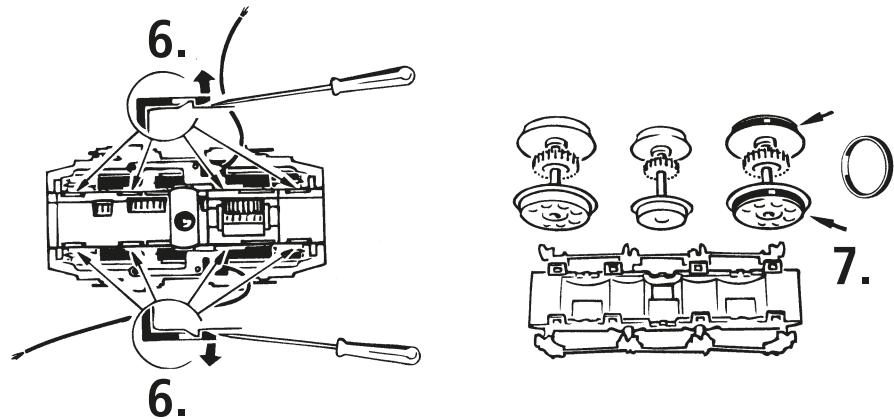
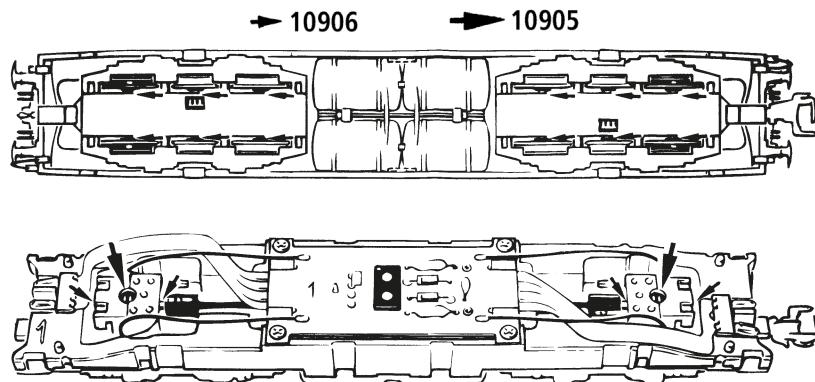
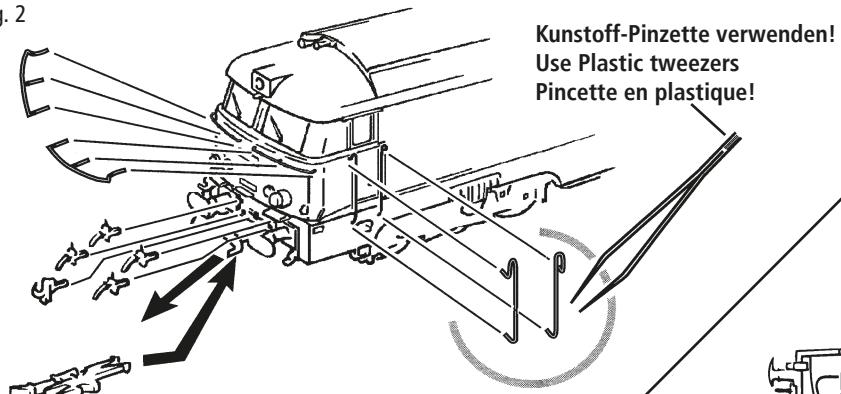
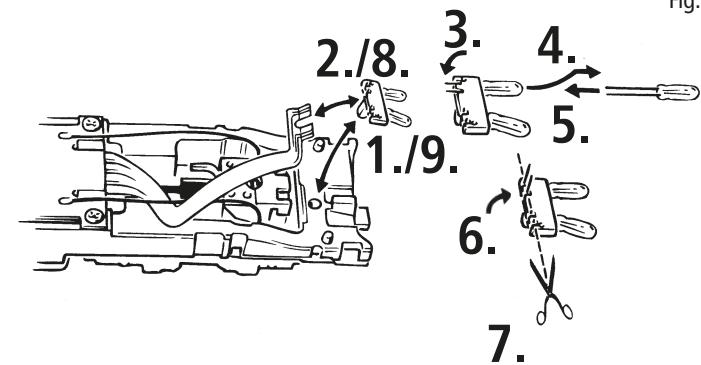

Fig. 8
Fig. 9
Fig. 3
Fig. 5
Mehrzugbetrieb: Zuerst Lokgehäuse abnehmen (Fig. 3). Danach den Brückenstecker aus der Schnittstelle entfernen (diesen sorgsam aufbewahren). Danach den Stecker des Steuerbausteins lagerichtig einsetzen (siehe Fig. 5).
1. Reinigung der Radstromkontakte: Radstromkontakte können auf unsauberen Schienen leicht verschmutzen. Entfernen Sie **vorsichtig** mit einem kleinen Pinsel **den Schmutz** an den in Fig. 6 gekennzeichneten Stellen. Dazu zuerst das Lokgehäuse abnehmen (Fig. 3).
2. Schmierung: Versehen Sie die im Schmierplan in Fig. 8 gekennzeichneten Stellen mit nur **kleinen Öltropfen**. Dazu zuerst das Lokgehäuse abnehmen (Fig. 3). Wir empfehlen den ROCO **Öler Art.-Nr. 10906**. Fürs Schmieren der Getriebeteile (Zahnräder, Schnecke - Fig. 7 und 8) empfehlen wir das **ROCO-Spezialfett Art.-Nr. 10905**. Im Falle der Schmierung diese Teile **nicht ölen**.
3. Lämpchenwechsel: Bitte nehmen Sie zuerst das Lokgehäuse ab (Fig. 3). Danach können Sie die Lämpchen wechseln (Fig. 4).
4. Haftreifenwechsel: Zuerst den Getriebedekel abnehmen (Fig. 7). Danach den **Radsatz** herausnehmen und die **Haftreifen** mit einer Nadel od. mit einem feinen Schraubendreher abziehen (Fig. 7). Beim Aufziehen der neuen Haftreifen darauf achten, dass diese sich nicht verdrehen. Dazu zuerst das Lokgehäuse abnehmen (Fig. 3).
5. Kohlebürstenwechsel: Lokgehäuse abnehmen (Fig. 3). Danach wird der Motor ausgebaut und die Kohlebürsten ausgewechselt (Fig. 9).
First remove loco body (fig. 3). Then Remove the jumper from the interface. Finally put the plug of the chip into the interface as shown in fig. 5.
1. Cleaning of wheel contacts: Wheel contacts easily get dirty on tracks which are not entirely clean. Use a small brush to **remove dirt** from spots marked in fig. 6. Prior to this remove loco body (fig. 3).
2. Lubrication: Apply **tiny oil drops** to spots marked in fig. 8. Prior to lubrication dismantle locomotive (fig. 3). We recommend using item no. **10906, ROCO oiler**. For lubrication the gearparts (e.g. cogwheels, worm - fig. 7 and 8) we should recommended our ROCO **special grease** (item no. **10905**).
3. Change of lights: First remove loco body (fig. 3) and then change lights (fig. 4).
4. Change of traction tyre: Remove the gear cover (fig. 7). Take out **wheel set** and remove **traction tyre** using a pin or a fine screwdriver (fig. 7). When pressing on the new traction tyre please **avoid twisting it**. Prior to this remove loco body (fig. 3).
5. Carbon Brush Changing: First remove loco body (fig. 3), and then the motor (fig. 9).
Veuillez démonter d'abord la caisse (fig. 3). Enlevez la fiche de shuntage de l'interface (à conserver!) et enfichez finalement la fiche du module de télécommande aux prises de l'interface. Veillez à la position correcte de la fiche (fig. 5).
1. Nettoyage des lames de courant aux roues: Les lames de contacts risquent de s'enrasser rapidement sur des voies poussiéreuses. Veuillez **enlever la poussière** aux endroits marqués à la fig. 6 à l'aide d'un petit pinceau souple. Après avoir démonté la caisse de votre locomotive (fig. 3).
2. Graissage: N'appliquez **qu'une tout petite goutte** aux endroits indiqués par le plan de graissage (fig. 8) après avoir démonté la caisse de la locomotive (fig. 3). Nous vous recommandons le **graisseur à huile ROCO réf. 10906**. Pour graisser les engrenages (roues dentées, vis sans fin - fig. 7 et 8) nous vous conseillons la **graisse spéciale ROCO réf. 10905** pour engrenages en matières synthétiques. Lorsque vous utilisez cette graisse il faut éviter d'huiler ces composants.
3. Remplacement des ampoules: Veuillez démonter d'abord la caisse de votre locomotive (fig. 3), puis vous pouvez échanger les ampoules (voir fig. 4).
3. Échange des bandages d'adhérence: Démontez d'abord le **couvercle du carter des engrenages** des en-grenages (fig. 7). Délogez ensuite les essieux ban-dagées et enlevez, à l'aide d'une aiguille ou d'un tourne-vis fin, les bandages d'adhérence (fig. 7). Lors du montage des nouveaux bandages veuillez veiller à ce que les bandages **ne soient pas tor-dues**. Après avoir démonté la caisse de votre locomotivew (fig. 3).
4. Remplacement des balais du moteur: Démontez la caisse (voir fig. 3). Démontez ensuite le moteur et échangez le balais (fig. 9).